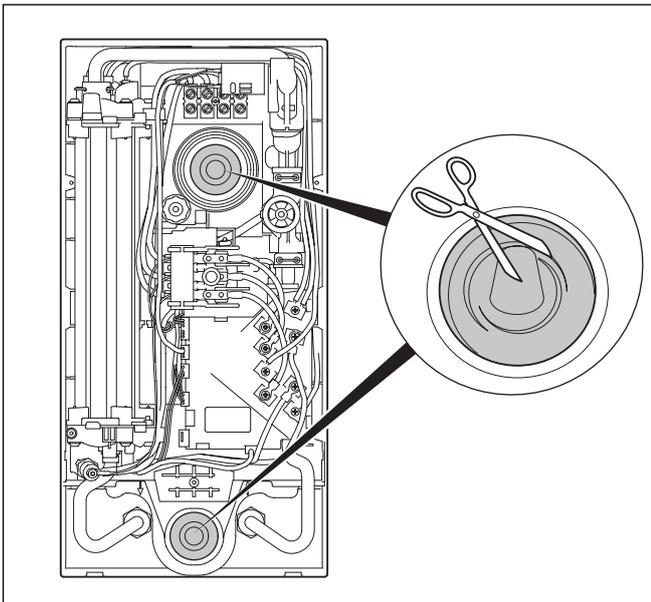
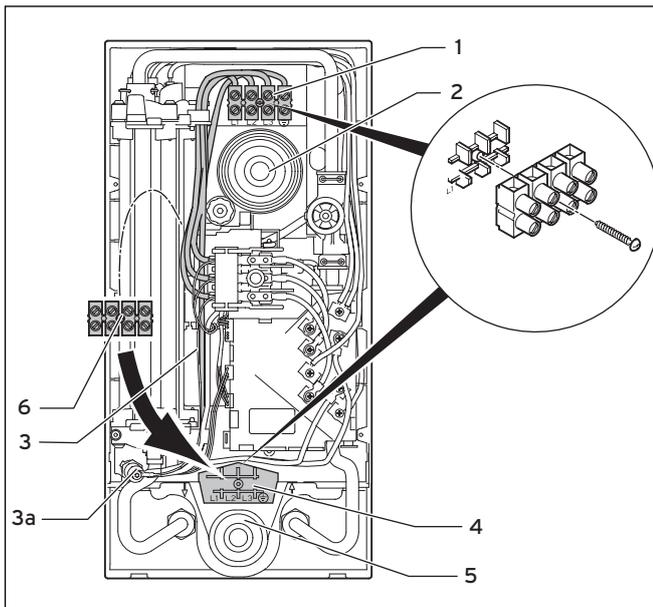

Abb. 4.7 Spritzwassertülle für Kabelführung zuschneiden
Abb. 4.12 Elektrischer Anschluss oben oder unten
- Abhängig von der Lage des Netzanschlusskabels, das aus der Wand ragt, kappen Sie die Spritzwassertülle oben oder unten (siehe Abb. 4.7).
- Das Gerät ist im Lieferzustand vorkonfektioniert. Bei der Elektroinstallation muss lediglich die elektrische Zuleitung in das Gerät gebracht und angeschlossen werden. Dies geschieht durch eine der beiden Spritzwassertüllen, die im Gerät das Eindringen von Wasser verhindern; siehe Abbildung 4.7, Spritzwassertülle für Kabelführung zuschneiden. Der Anschluss selbst ist werkseitig im oberen Teil des Gerätes fixiert. Bei Bedarf kann er in den unteren Teil verlegt werden, wobei die elektrische Zuleitung durch die untere Spritzwassertülle geführt werden muss.
Die elektrische Zuleitung ist durch die obere Spritzwassertülle geführt (siehe (2) in Abb. 4.12). Wie die Spritzwassertülle vorbereitet werden muss, ist in Abbildung 4.7 dargestellt.
- Schließen Sie die einzelnen Adern an L1, L2, L3 und den Schutzleiter der Netzanschlussklemme (1 in Abb. 4.12) an.
Die elektrische Zuleitung ist durch die untere Spritzwassertülle (5) geführt. Wie die Spritzwassertülle vorbereitet werden muss, ist in Abbildung 4.7 dargestellt.
- Schrauben Sie die Netzanschlussklemme (1) ab (siehe Abb. 4.12).
- Verlegen Sie die Netzanschlussklemme (6) inklusive der internen Kabel an die untere Position (4) im Gerät.
- Schrauben Sie die Netzanschlussklemme an der unteren Position (4) fest.
- Achten Sie besonders auf den internen Schutzleiter (3), der an der Position 3a verschraubt ist.